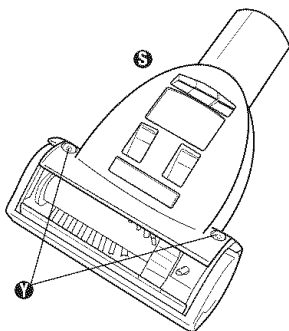

FIG. 8
Step 1: To open turbo nozzle **5**, unscrew the two (2) screws **1** on the side (FIG. 8).
Paso 1: Para abrir la boquilla turbo **5**, desatornille los dos (2) tornillos **1** del costado (FIG. 8).